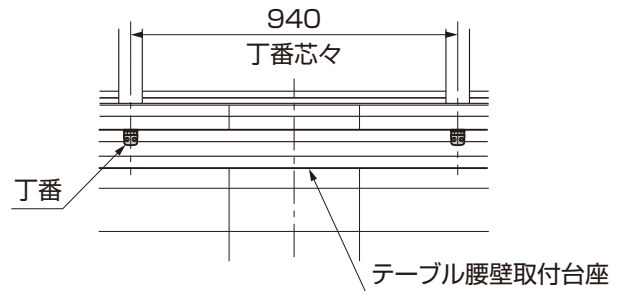

図2-13
- 丁番間のセンターとテーブル腰壁取付台座のセンターを合わせて取付けてください。(図2-13参照)